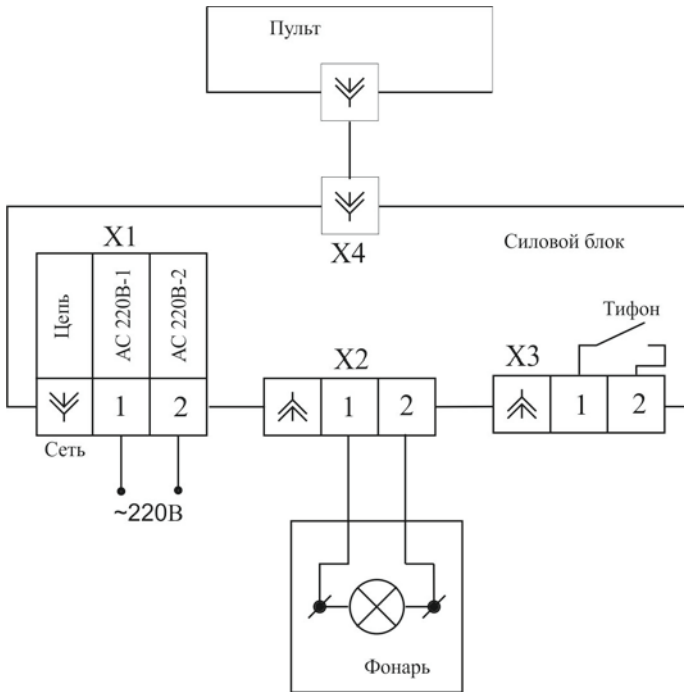

Рис. 5
5.1 Монтаж маневроуказателя на судно производит изготовитель судна в соответствии со схемой соединений, приведенной на рис.5.